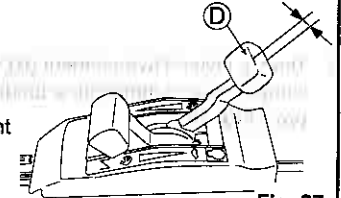

Fig. 27.
Réglez le jeu du Levier de changement de vitesse (D) à 1 - 3 mm ainsi qu'illustré dans la. (Voir Fig. 27.)